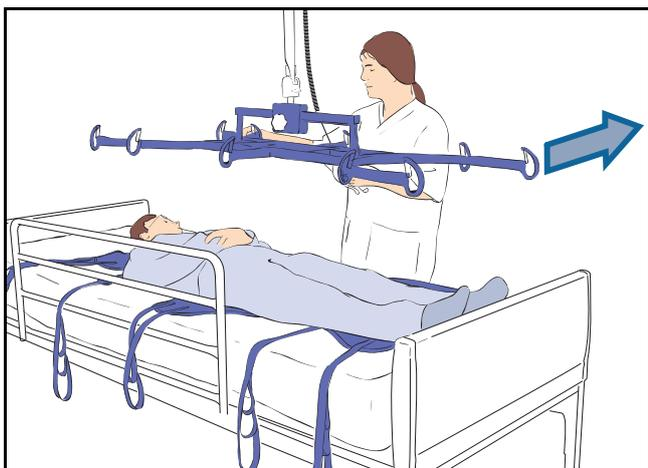

Fig. 17
- 12) Allontanare la barra dal paziente (vedere Fig. 17).